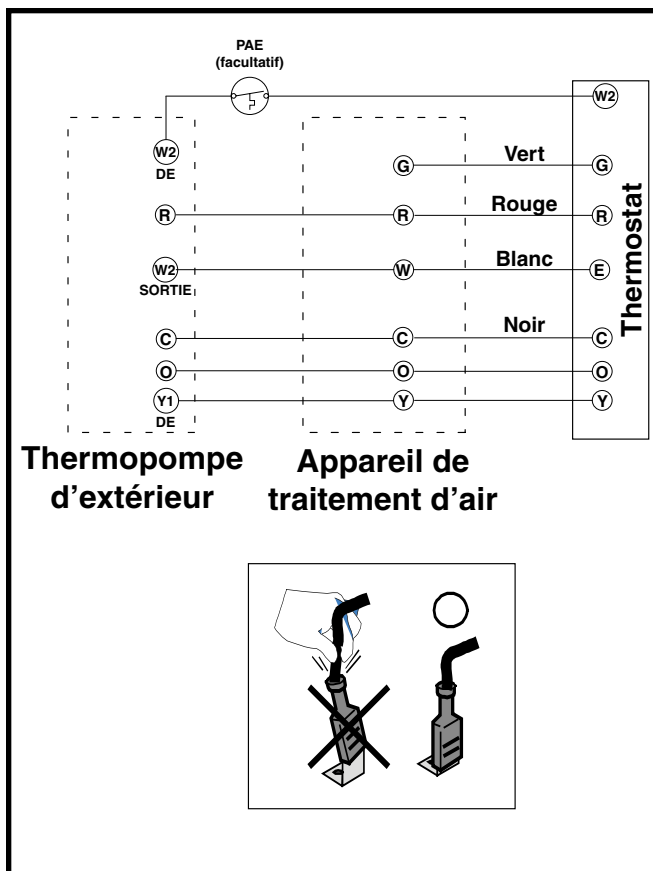

Figure 4. Raccordements de thermostat typiques
- Les branchements du thermostat doivent être effectués conformément aux directives qui accompagnent le thermostat et l'appareil intérieur. Une installation résidentielle typique avec thermostat de thermopompe et appareil de traitement d'air est montrée à la Figure 4.